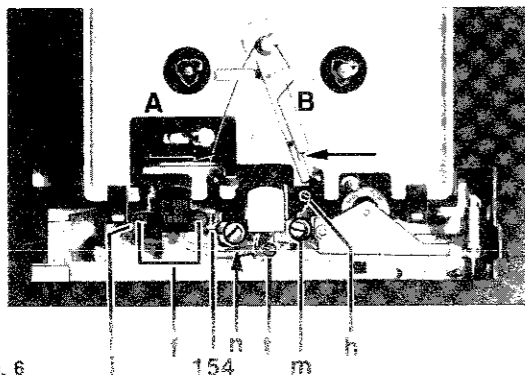

Abb. 6
6. AW-Kopf-Justage (Abb. 6)
- Nachstellen mit Madenschraube **n** (Abb. 6)